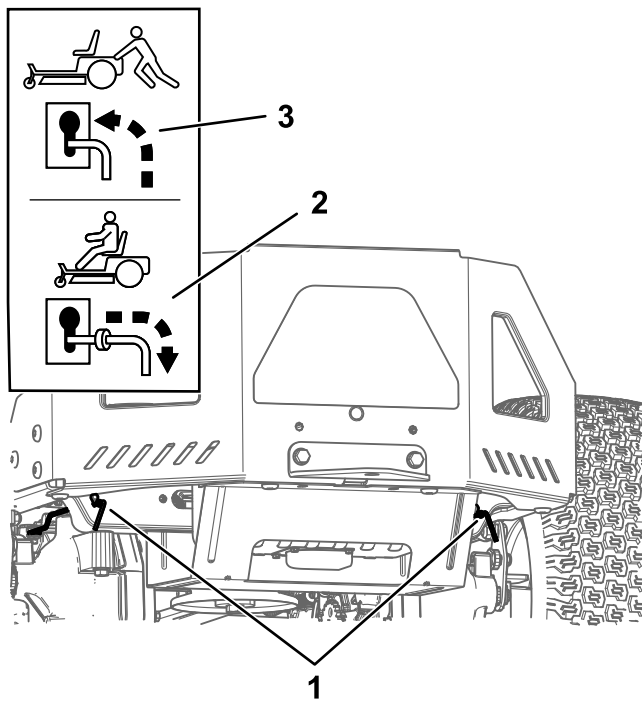

Figure 32
4. Déplacez les deux leviers de dérivation en avant dans la fente, puis vers le bas pour les verrouiller en position (Figure 32).